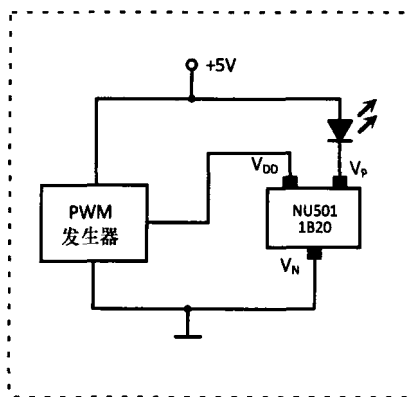
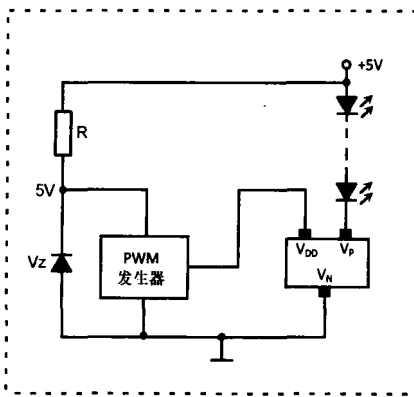

图 9
图 10
2、用 5V 供电驱动一个 LED 的调光电路 该电路如图 9 所示。调光是由 PWM 发生器接 V_{DD} 端, 输出脉冲为高电平时, LED 亮; 输出脉冲为低电平时, LED 灭, 改变脉冲宽度则改变亮、灭的时间比, 可调节 LED 的发光亮度。
图 9 的电路应用价值不大, 仅说明可以组成 PWM 调光电路。图 10 是一种多个串联 LED 的调光电路。 V_Z 是 5V 的稳压二极管、R 是限流电阻, 由 PWM 发生器产生的不同脉宽的脉冲来调节 LED 亮度。 V_{CC} 为 LED 的供电电压, $V_{CC} = \sum V_F + V_{PN}$, 在已知串联的 LED 数及其 V_F 后, 可确定合适的电源电压 V_{CC} 值。